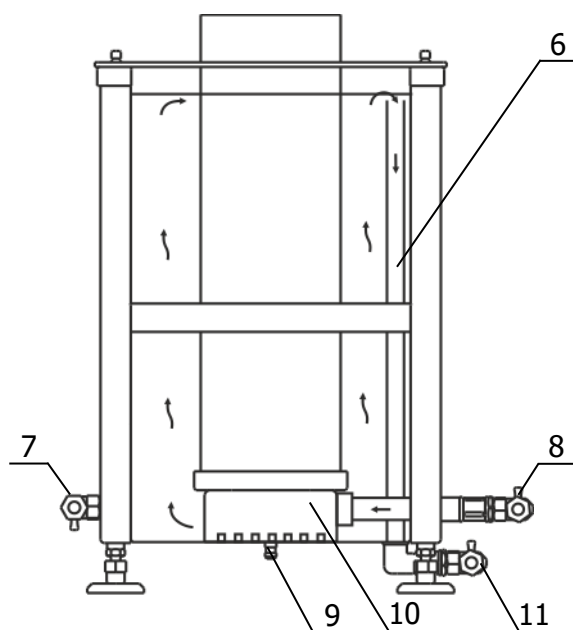

Рисунок 2 — Устройство ванны ВПА
Регулирование температуры воды и ее циркуляция во внешней ванне осуществляется низкотемпературным термостатом, подключенным к входному 8 и выходному 11 кранам (рисунок 2).
5.4 Надеть сливной шланг для поверочной жидкости на штуцер 9 (рисунок 2) и закрепить его хомутом.